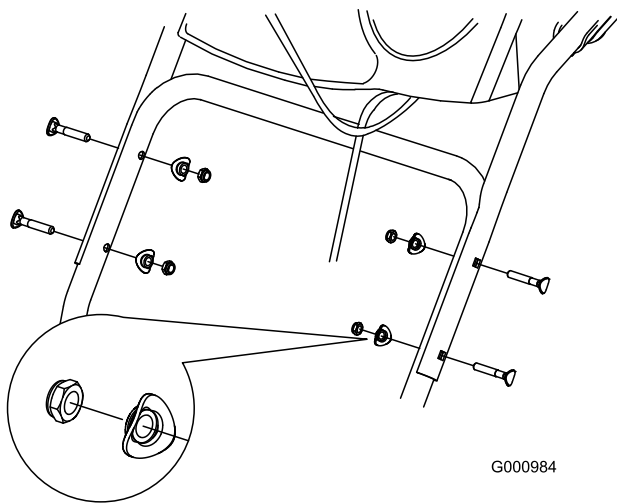

Figure 4
2. Fixez la partie supérieure du guidon au moyen de 4 boulons, 4 rondelles bombées et 4 contre-écrous pris dans le sachet de pièces détachées (Figure 4).